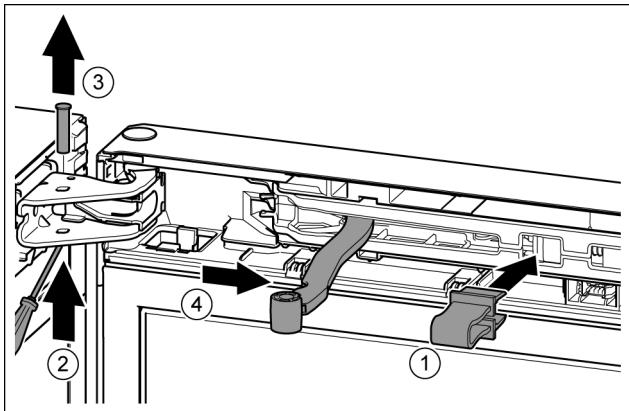

Fig. 10
- 将安全装置卡入开口。 Fig. 10 (1)
- 用螺丝刀将螺栓推出。 Fig. 10 (2)
- 向上取出螺栓。 Fig. 10 (3)
- 将铰链转向门的方向。 Fig. 10 (4)